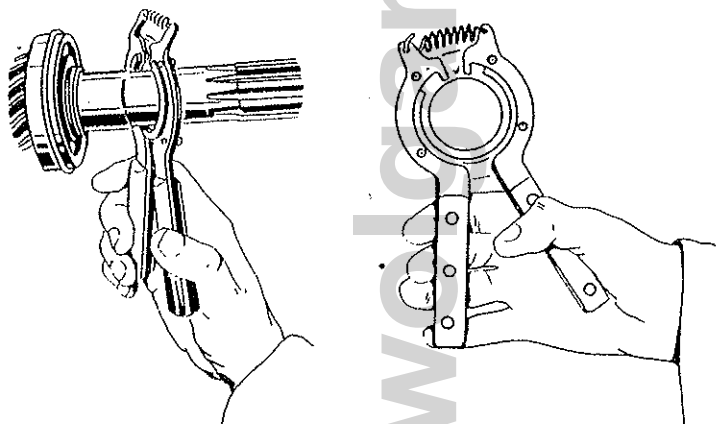

Bild 148 Ausbau des Sperrings mit Spezialvorrichtung
- Sperring von Getriebekupplungs- und Achswelle (Bild 148) nehmen Lager abziehen und Ölabweiser fortnehmen;